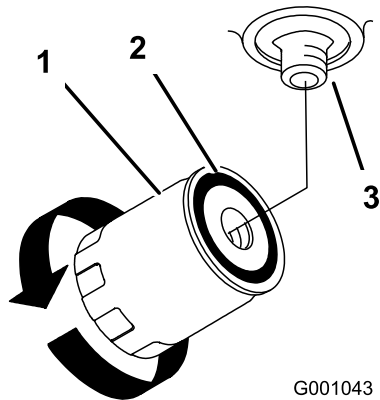

Figura 74
4. Retire o filtro antigo e limpe a superfície da junta do adaptador do filtro (Figura 74).
- Rode o filtro de fluido hidráulico no sentido dos ponteiros do relógio até que a junta de borracha toque no adaptador do filtro e, em seguida, aperte o filtro mais 1/2 volta (Figura 74).